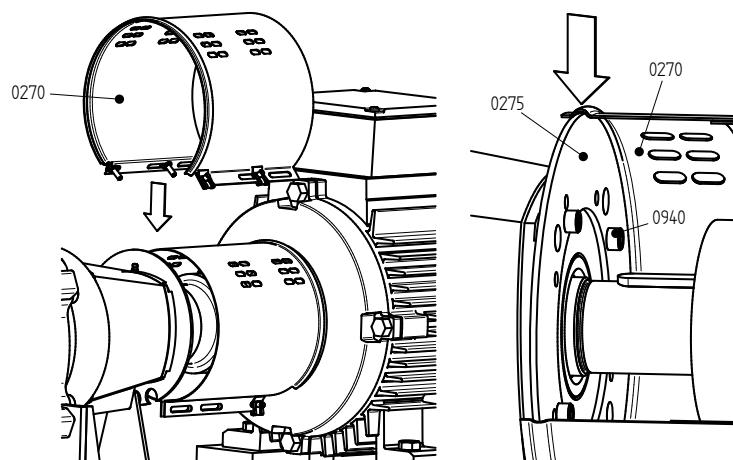

Рисунок 21: Установка кожуха на стороне насоса.
- 7 Выверните болты (0940) и снимите монтажную пластину (0275) с регулировочной втулки (2240). См. рисунок 21.
- 4 Установите монтажную пластину (0275) на регулировочную втулку (2240) с помощью болтов (0940). См. рисунок 21.